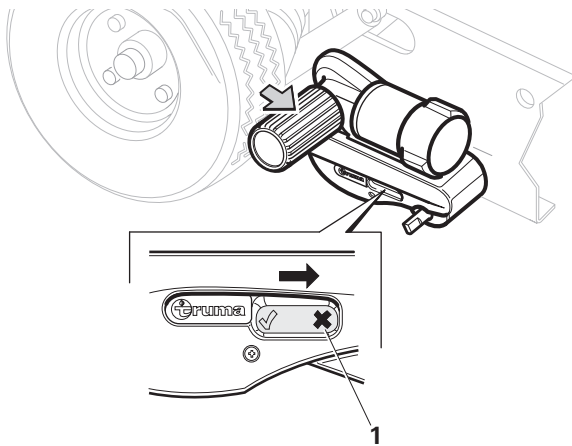

Figure 10
- Tourner la clé de contact dans le sens contraire à celui du pneu jusqu'à ce que le rouleau d'entraînement soit bien enclenché en position finale. L'indicateur de position sur le boîtier est désormais sur « X » (Fig. 10 - 1).